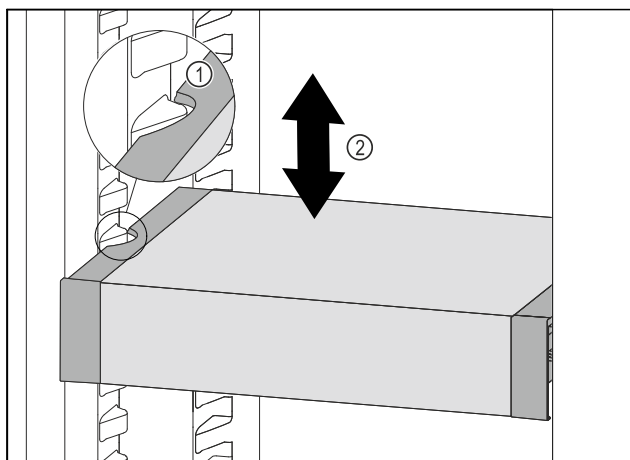

Fig. 108
- Táhněte VarioSafe dopředu, dokud nebudou boční vybrání VarioSafe na úrovni žebrování na nádoby v chladničce. Fig. 108 (1)
► Posouvejte VarioSafe v chladničce nahoru nebo dolů, dokud nedosáhnete požadované výšky. Fig. 108 (2)